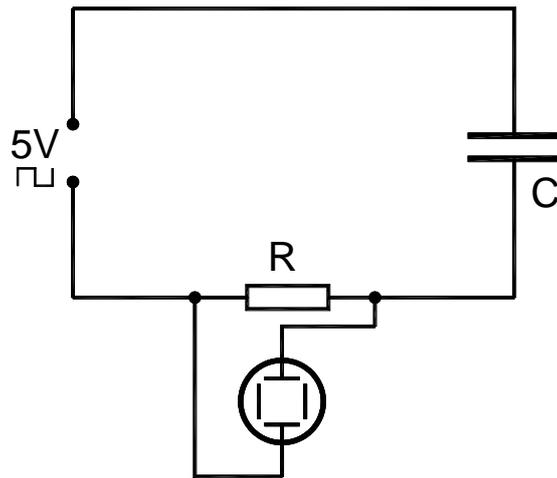

Fig. 2 Determinazione della costante del campo elettrico  $\epsilon_0$  tramite la funzione di carica/scarica
- Allestire una struttura di prova come da fig. 2.